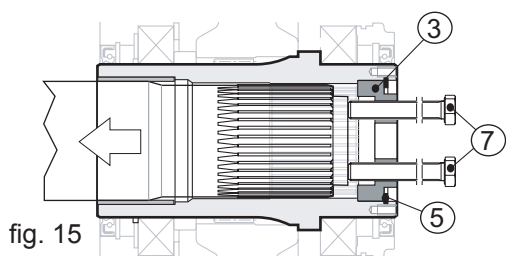

fig. 15
remover de sua sede o parafuso de fixação (pos. 6). Inserir dois parafusos nos dois furos rosqueados presentes na placa de retenção (pos. 3) (pos. 7) e aparafusá-los até que se apoiem no eixo da máquina (pos. 1) e, em seguida, continuar a apertá-los de modo alternado, dando no máximo uma volta a cada vez (ver a fig. 15).